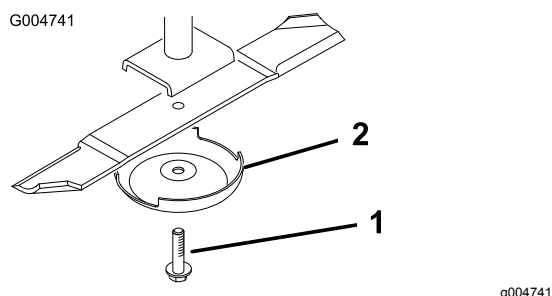

Figura 114
3. Retire o parafuso da lâmina, o recipiente antidanos e lâmina do eixo (Figura 114).